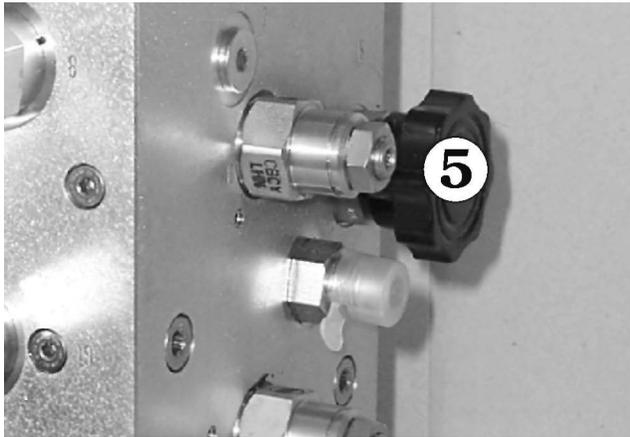
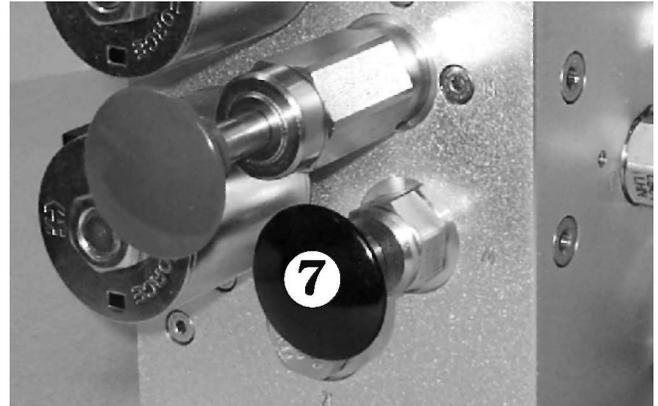

Abbildung 9.9
Abbildung 9.11
3. Öffnen Sie das Freilaufventil ⑤ im Hydraulikbereich, indem Sie es bis zum Anschlag gegen den Uhrzeigersinn drehen (siehe Abbildung 9.9).
5. Nachdem die Einheit sicher geschoben/geschleppt wurde, ziehen Sie die Rücksetzungstaste ⑦, um die Bremsen wieder anzuziehen (siehe Abbildung 9.11), und schließen Sie das Freilaufventil ⑤ (siehe Abbildung 9.9).